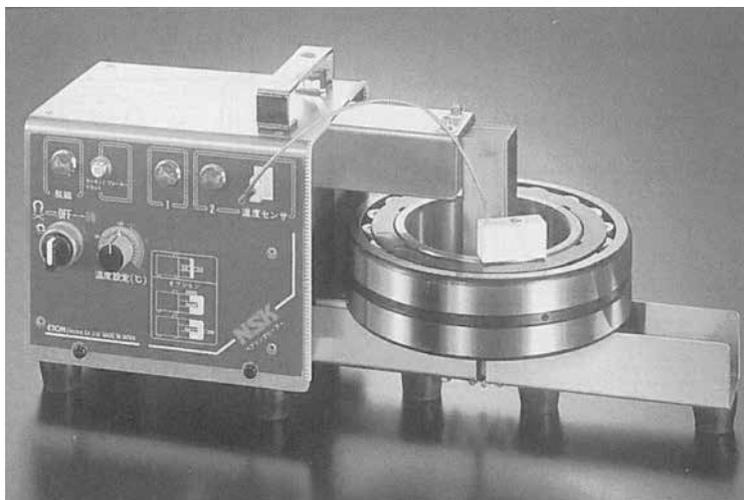

Рис. 6.6 Нагреватель подшипника NSK
- b) С применением нагревателя подшипника (горячая посадка) (Рис. 6.6)